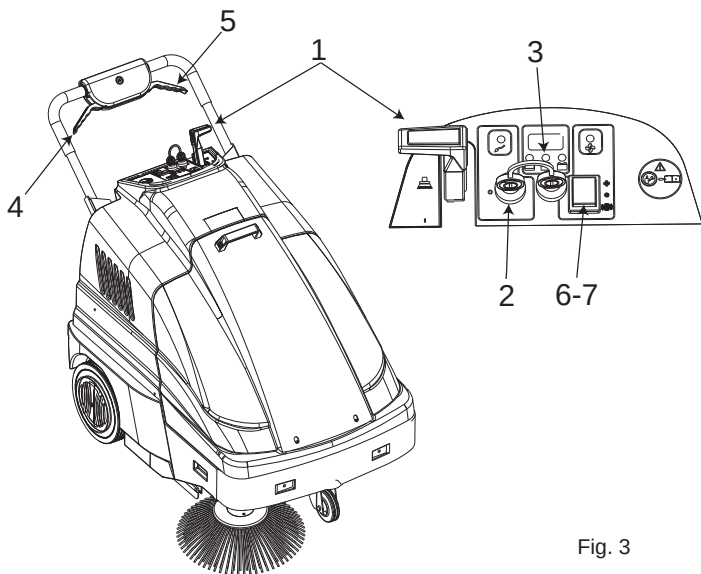

Fig. 3
- Coloque la palanca de elevación del cepillo (pos. 1 Fig. 3) en la posición «0».
- Compruebe que el cepillo lateral pos. 1 Fig. 3 esté en la posición «0».
- Coloque el interruptor de llave pos. 2 Fig. 3 en la posición «I».
- Después de haber girado la llave, espere alrededor de 10 s antes de poner en marcha la máquina. Controle a través del indicador pos. 3 Fig. 3 que la batería esté completamente cargada antes de comenzar a trabajar, de lo contrario cargue la batería.
- Active el aspirador colocando el interruptor pos. 7 Fig. 3 en la posición «I».
Cuando utilice la máquina para su desplazamiento, apague el aspirador colocando el interruptor pos. 7 Fig. 3 en la posición «0».
- Tire de la palanca de tracción pos. 4 Fig. 3 y proceda con la limpieza. Si fuera necesario, accione la palanca pos. 1 Fig. 3 colocándola en la posición «I» para activar el cepillo lateral. Al final del trabajo, si hubiera utilizado el cepillo lateral, coloque la palanca correspondiente en la posición «0», apague la máquina y retire las llaves del cuadro de mandos.
La duración de la carga de la batería depende del mantenimiento ordinario y del nivel de descarga. No deje que la carga de la batería descienda por debajo del límite indicado por los indicadores luminosos de la pos. 3 Fig. 3. Tras haber alcanzado el nivel máximo de descarga, la máquina se detendrá y deberá recargarse antes de volverla a utilizar.